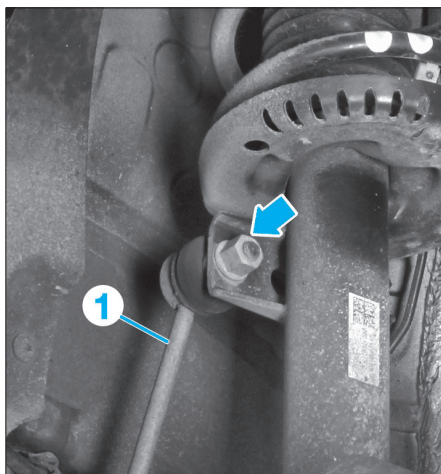

FIG. 7
- l'écrou puis la biellette de la barre stabilisatrice (1) (Fig.7).